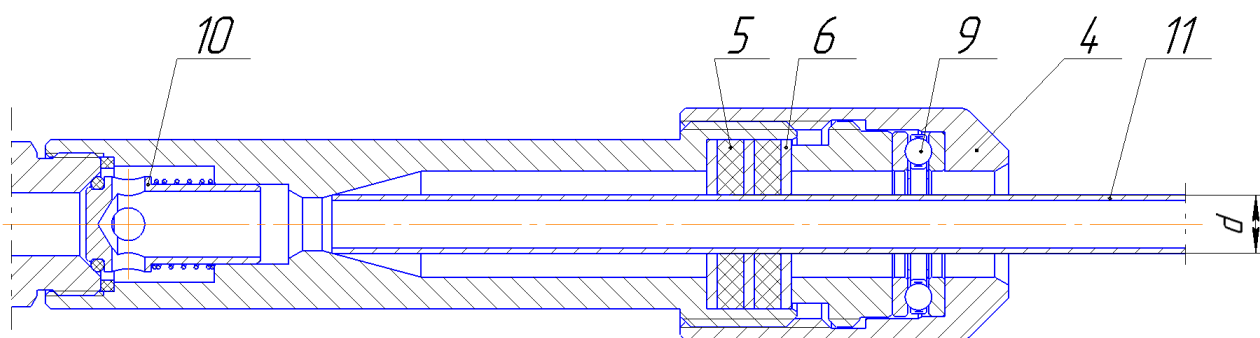

Рис.2 Устройство зажима трубы.
прокладками (рис.2). Для уменьшения трения при затяжке гайки зажима внутри неё имеется упорный подшипник 9.
5.7 Для замены копия отпустите гайку зажима до ослабления силы зажатия и вытащите остаток трубы. После чего установите новую трубу и зажмите ее гайкой, для чего рекомендуется снять гайку (упор, удерживающий подшипник, находящийся внутри гайки вынимать не следует, а при самовыкручивании - установить на место). надеть на новую трубу гайку и пакет шайб и прокладок в соответствии с рис.2 и установить его гнездо рукоятки, после чего вдвинуть трубу в рукоятку до упора. После чего навинтить гайку зажима так чтобы разжавшиеся прокладки удерживали трубу. Попытка установки трубы в сжатые прокладки может привести к их повреждению.